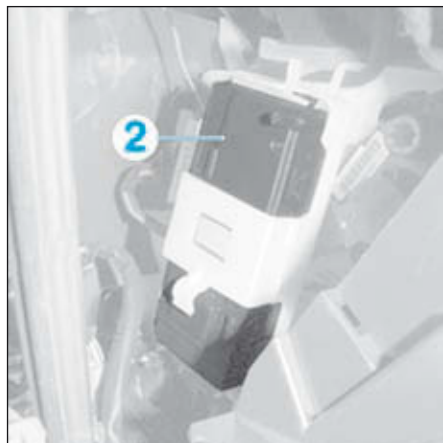

FIG.33
- Dégrafer, débrancher et déposer le calculateur de détection de sous-gonflage (2) (Fig.33)